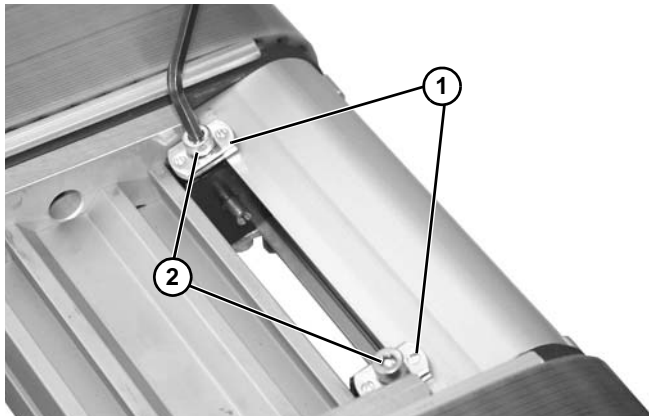

Figura 32
- Sujete los protectores superior e inferior con la tuerca soldada (**Figura 32, artículo 1**) y el tornillo (**Figura 32, artículo 2**) en cada lado del conjunto. Repita este procedimiento en el lado inferior.
- Apriete los tornillos (**Figura 32, artículo 2**).